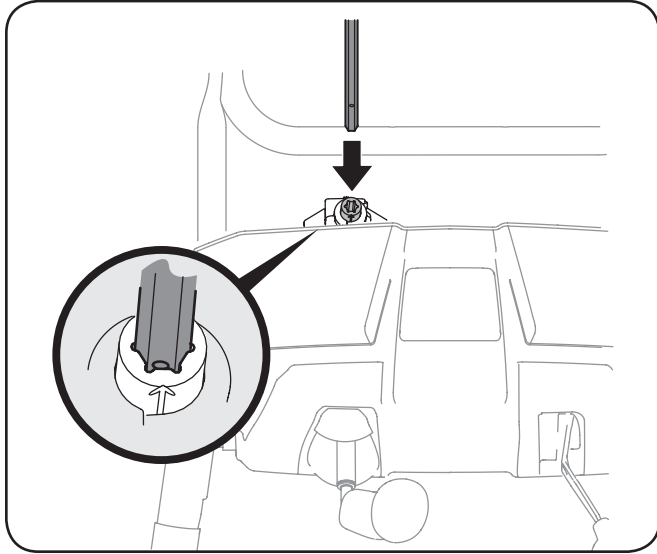

Figure 3-10
6. Insérez l'extrémité hex. de la tige (trou vers le haut) dans le pignon. Voir la Fig. 3-10.